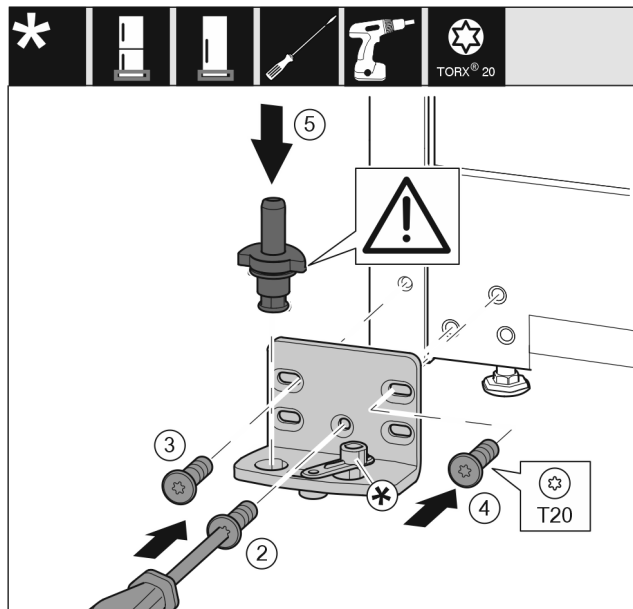

Fig. 25
- ▶ Ložiskovú konzolu nasadíte na druhú stranu a priskrutkujte ju pomocou skrutkovača T20. Začnite skrutkou 2 dole v strede. Fig. 25 (2)
- ▶ Pevne zaskrutkujte skrutku 3 a 4. Fig. 25 (3,4)
- ▶ Ložiskový čap úplne nasadíte. Dbajte pritom na to, aby zaistovací doraz ukazoval smerom dozadu. Fig. 25 (5)